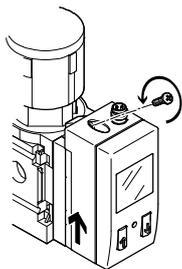
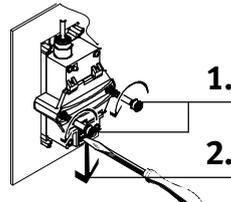

Fig. 25
Fig. 28
- Desserrer les fixations → Fig. 25 à Fig. 28